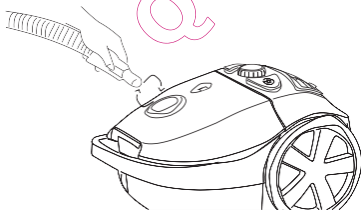

Figure 2 Branchement du tuyau
1. Le branchement du tuyau souple sur le bloc moteur se fait en le tournant (voir la figure 2). Pour détacher le tuyau souple, vous le tournez vers la gauche sur le branchement et vous attirez le branchement à vous.